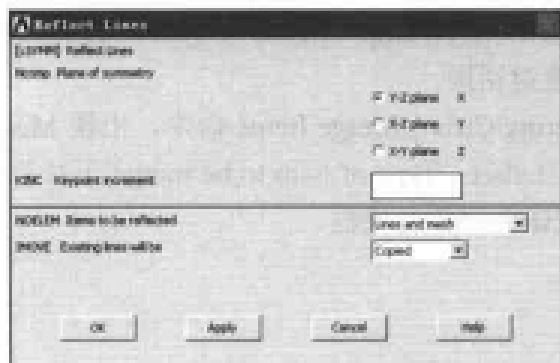

图 13-102 映射线段对话框
(9) 选择 Utility Menu | WorkPlane | Offset WP by Increments 命令, 出现 Offset WP 对话框, 在 XY,YZ,ZX Angles 文本框中输入 45, 单击 OK 按钮关闭该对话框。
(10) 选择 Utility Menu | WorkPlane | Change Active CS to | Working Plane 命令, 将当前激活坐标系转变为工作平面。
(11) 选择 Utility Menu | Select | Everything 命令。
(12) 选择 Main Menu | Preprocessor | Modeling | Reflect | Lines 命令, 出现 Reflect Lines 菜单, 单击 Pick All 按钮, 出现 Reflect Lines 对话框, 参照图 13-102 对其进行设置, 单击 OK 按钮关闭该对话框。
(13) 选择 Utility Menu | WorkPlane | Offset WP by Increments 命令, 出现 Offset WP 对话框, 在 XY,YZ,ZX Angles 文本框中输入 -45, 单击 Apply 按钮, 在 X,Y,Z Offsets 文本框中输入 0.7, 单击 OK 按钮关闭该对话框。